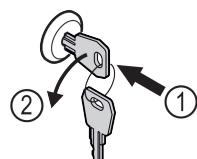

Fig. 181
- Zatlačte kľúč. Fig. 181 (1)
- Otočte kľúč o 90° v protismere hodinových ručičiek. Fig. 181 (2)